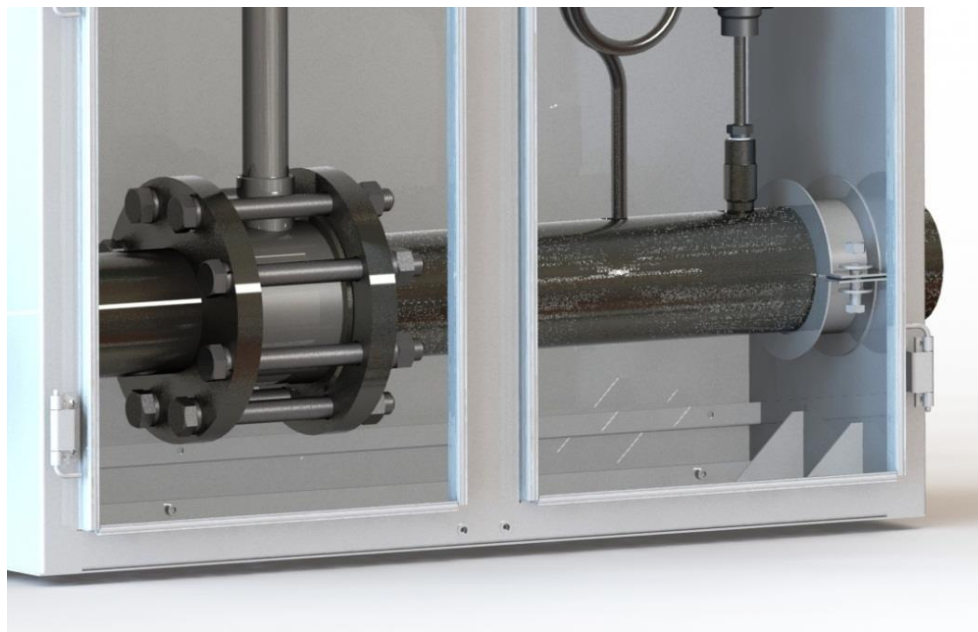

Рисунок 2.10 – Крепление нижней полки и корпуса шкафа
- Прикрутить болты крепления нижней полки и корпуса шкафа (см. **рисунок 2.10**). Установить при этом между хомутами и трубопроводом уплотнитель;